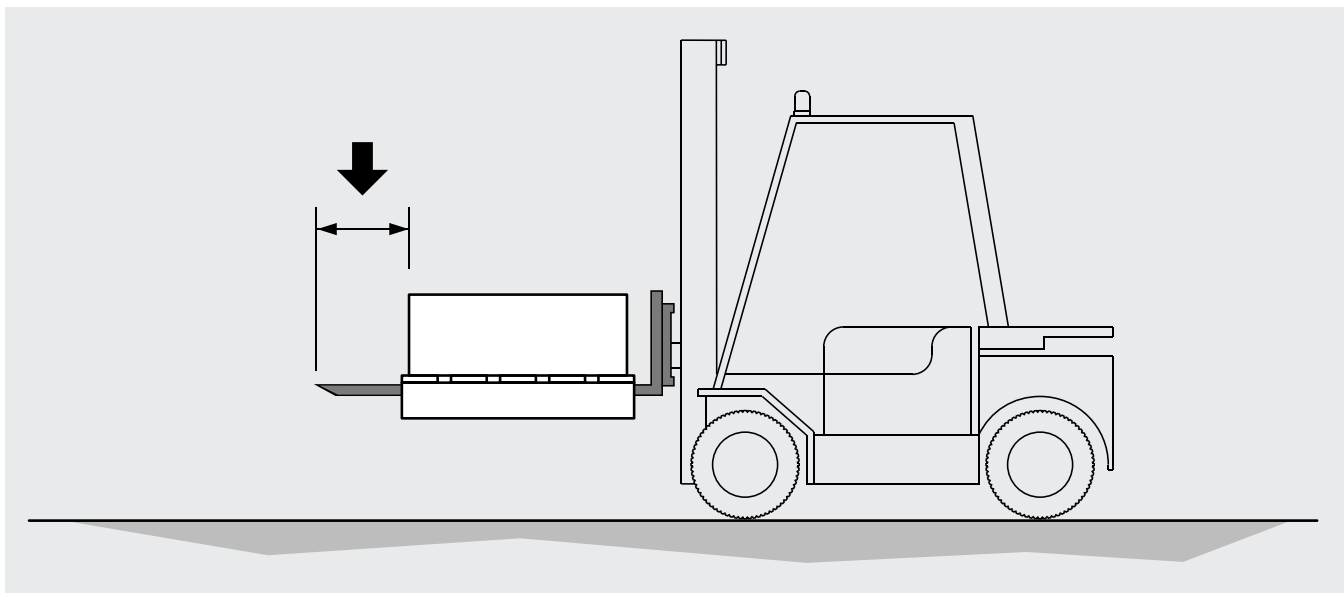

Abbildung 3
- 5.2 Für die Handhabung mit einem Gabelstapler müssen die Hubgabeln länger sein als die Tiefe der Verpackung und/oder des Modells. Siehe Abbildung 3.